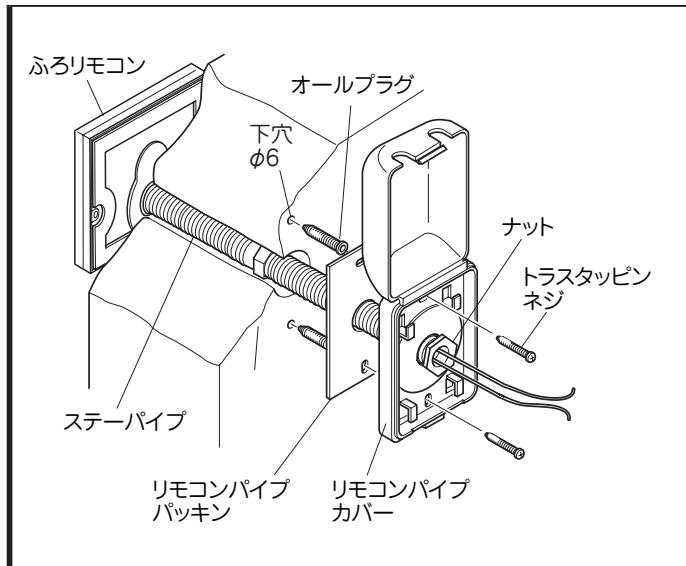

図7 ステーパイプに締め付ける
- (9) リモコンパイプカバーの中で閉端接続子を使用してリモコンコードを接続します。(図7)